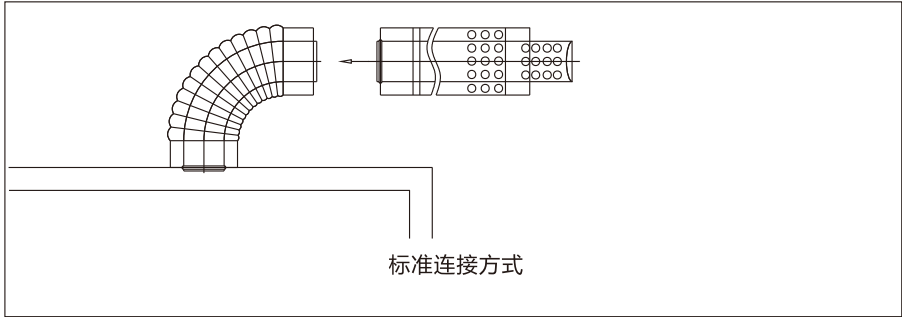
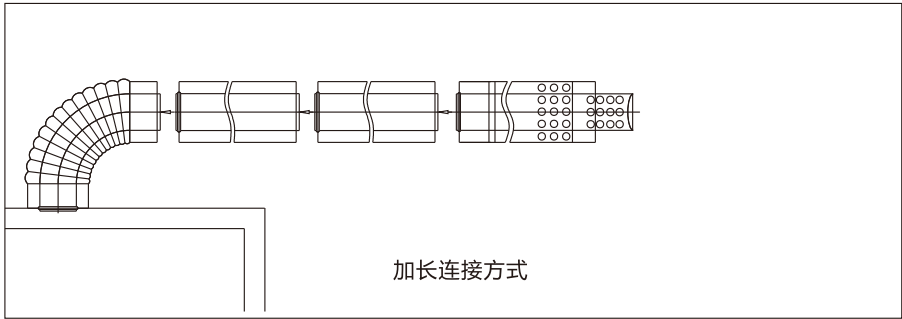

图16
图17
4.4.2 烟管的连接方式分为标准连接方式（见图16），与加长连接方式（见图17），不管是哪一种连接方式，都只用标准烟管，所加的弯头及加长烟管数量，根据前面公式，不应超过允许直线长度。